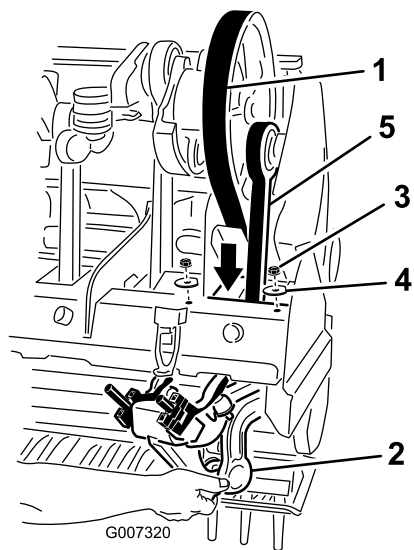

图 39
5. 松开并拆下固定 1 号打孔臂的 Rotalink 阻尼器的 2 个锁紧螺母和垫圈图 39。
7. 降低传动皮带穿过打孔头机架并绕过 1 号打孔臂的下端图 39。